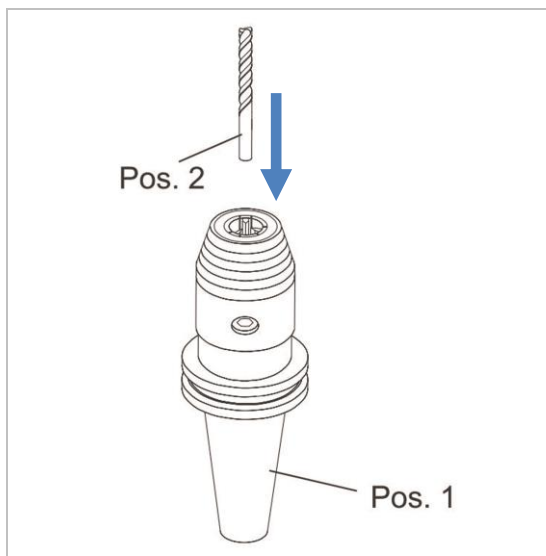

Abbildung 5: Werkzeug einfügen
2. Schieben Sie das Werkzeug (Pos. 2) mit dem Schaft voraus bis zum Anschlag in die Aufnahmebohrung des Bohrfutters (siehe „Abbildung 5: Werkzeug einfügen“).